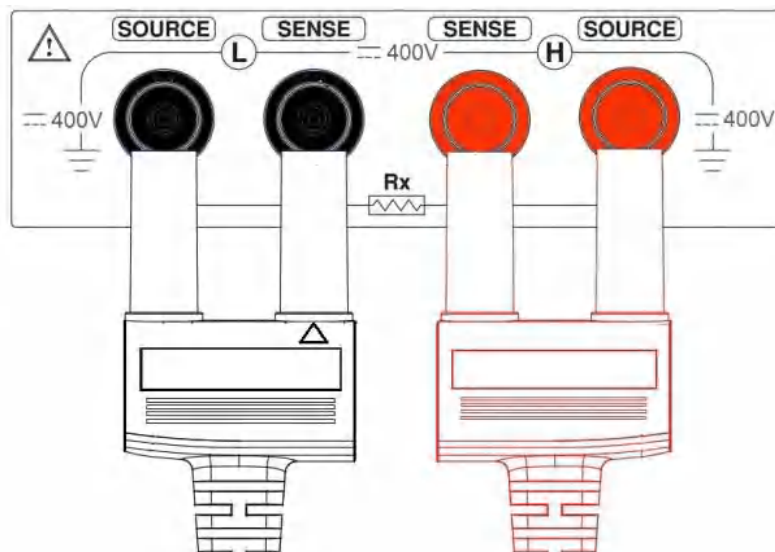

图3-2-2测试线与仪器端孔连接示意图 (以UT3563面板为例)
3. 将四个端子测试线按照如图3-2-2方法连接到仪器输入端子上，具体操作如下：